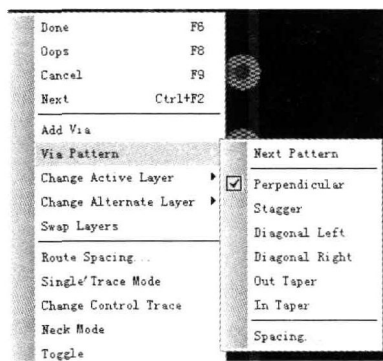

图 1-4-7 群组布线导通孔类型选择
2) **群组布线导通孔模式 (Group Route Via Patterns)** 群组布线过程中, 添加导通孔时可以选择导通孔的类型 (via pattern)。16.5 版本提供了 6 种导通孔类型, 如图 1-4-7 所示。